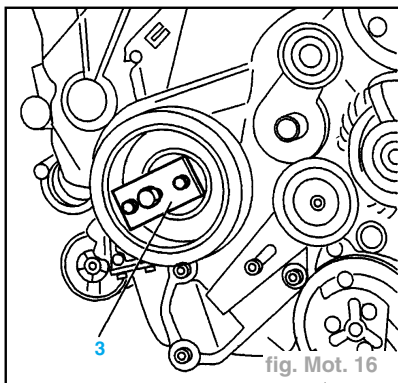

fig. Mot. 16
- la poulie de vilebrequin ; à l'aide de l'outil (3) 7015-T (fig. Mot. 16).